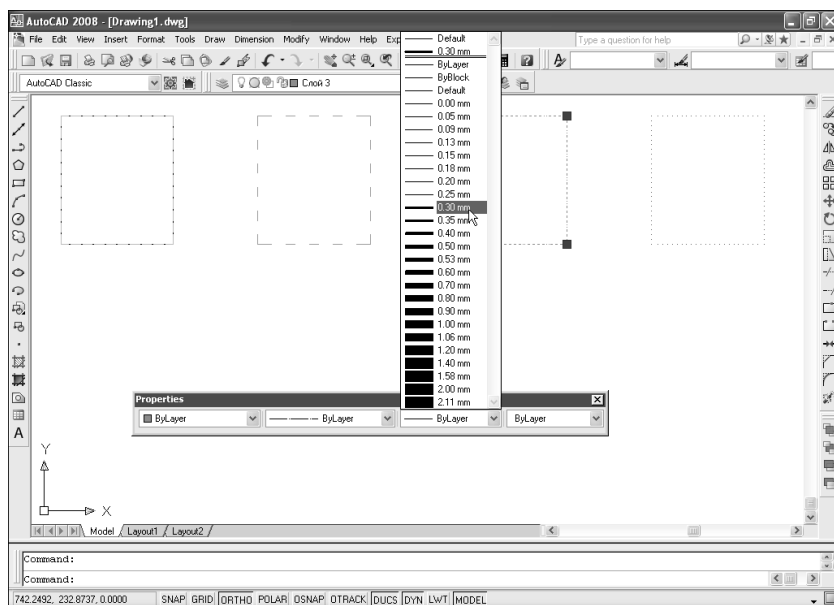

Рис. 6.8. Назначение объекту новой толщины линий
2. Из списка толщины линий (рис. 6.8) панели инструментов **Properties** выберите нужную толщину линии.